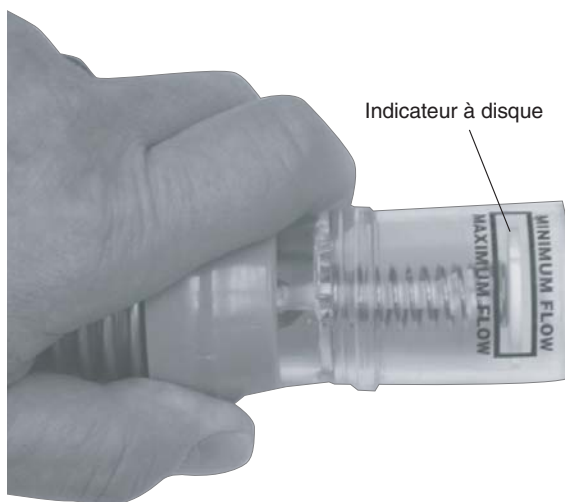

Figure 11 - Débit indiqué sur le débitmètre.
3. Tournez le bouton de réglage sur le régulateur de débit jusqu'à ce que l'indicateur sur le débitmètre soit situé exactement entre le débit maximum et le débit minimum (voir Figure 11).